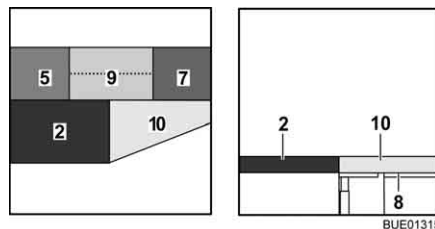

Fig. 141 Después de la transformación
- Desplegar el cojín adicional (Fig. 141,9) y colocarlo en la mesa.
- Colocar el cojín adicional (Fig. 141,10) sobre el ensanchamiento de cama.